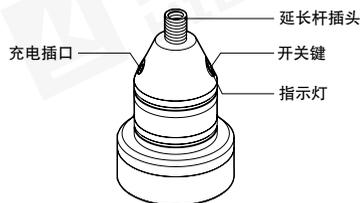
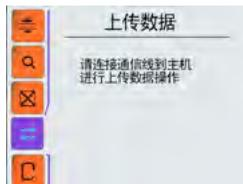
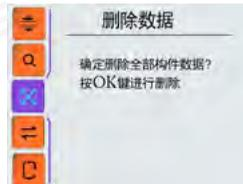

图 2-2
图 2-14
图 2-15
- 2、HC-HD90 一体式楼板测厚仪发射探头（图 2-2）
当需要清理数据时,在功能界面(图 2-2),选择“数据删除”功能,进入删除数据界面(图 2-15)。或者在功能选择界面选择删除数据。按(OK)确认删除,即可全部删除数据(图 2-14),按(⏪)不删除数据。